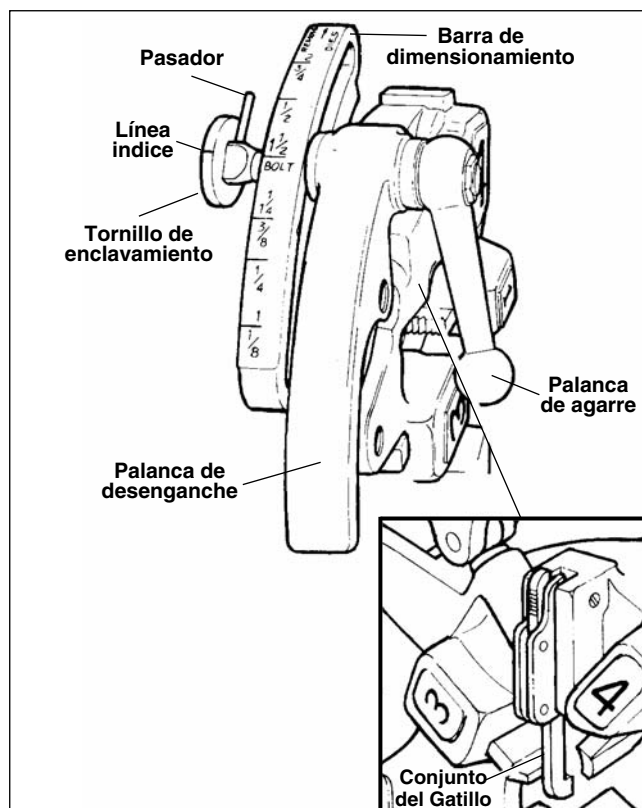

Figura 9 – Cabezal de terrajas de Autoapertura Nos. 711 y 911
7. b. Cabezal de terrajas de Autoapertura (Figura 9) – Cuando el gatillo del cabezal de terrajas toque el extremo del tubo, la palanca de desenganche se abre automáticamente sobre las roscas biseladas o achaflanadas.
Los cabezales de terraja No. 711 y 911 (Figura 9) para roscas a mano derecha requieren tres juegos de terrajas para roscar tubos de 1/4 hasta 2 pulgadas. Se requiere un juego de terrajas para cada una de las siguientes gamas de tamaño: (1/4" a 3/8"), (1/2" a 3/4") y (1" a 2"). Para roscar pernos se requiere un juego separado de terrajas para cada tamaño de perno.